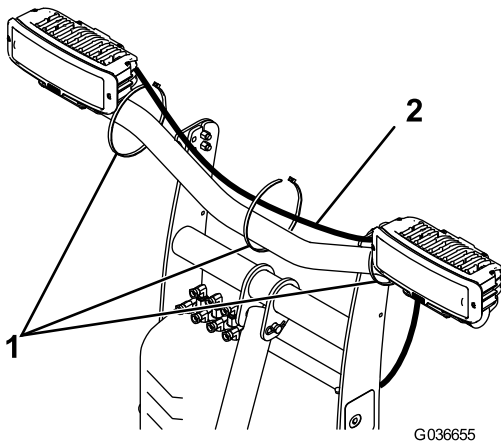

Figura 12
6. Enchufe los conectores de los faros del arnés de cables en la parte trasera de la carcasa del faro (Figura 12). El tramo corto se conecta al faro izquierdo y el tramo largo se conecta al faro derecho.
7. Sujete el arnés de cables a la barra de las luces con 3 bridas, como se muestra en la Figura 12.